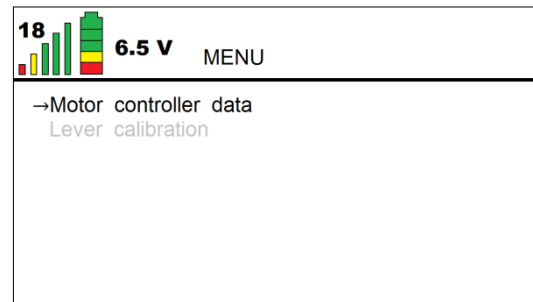

Abbildung 22
- Schalten Sie die Fernbedienung ein und stellen Sie die Verbindung zum Raupentransporter her. Aktivieren Sie das Menü der Fernbedienung durch Drücken der Taste (✓) (siehe *Abbildung 22*).
The screenshot shows the same remote control display as in Abbildung 22, but with the 'Motor Controller data' menu item selected. The data is displayed as follows: